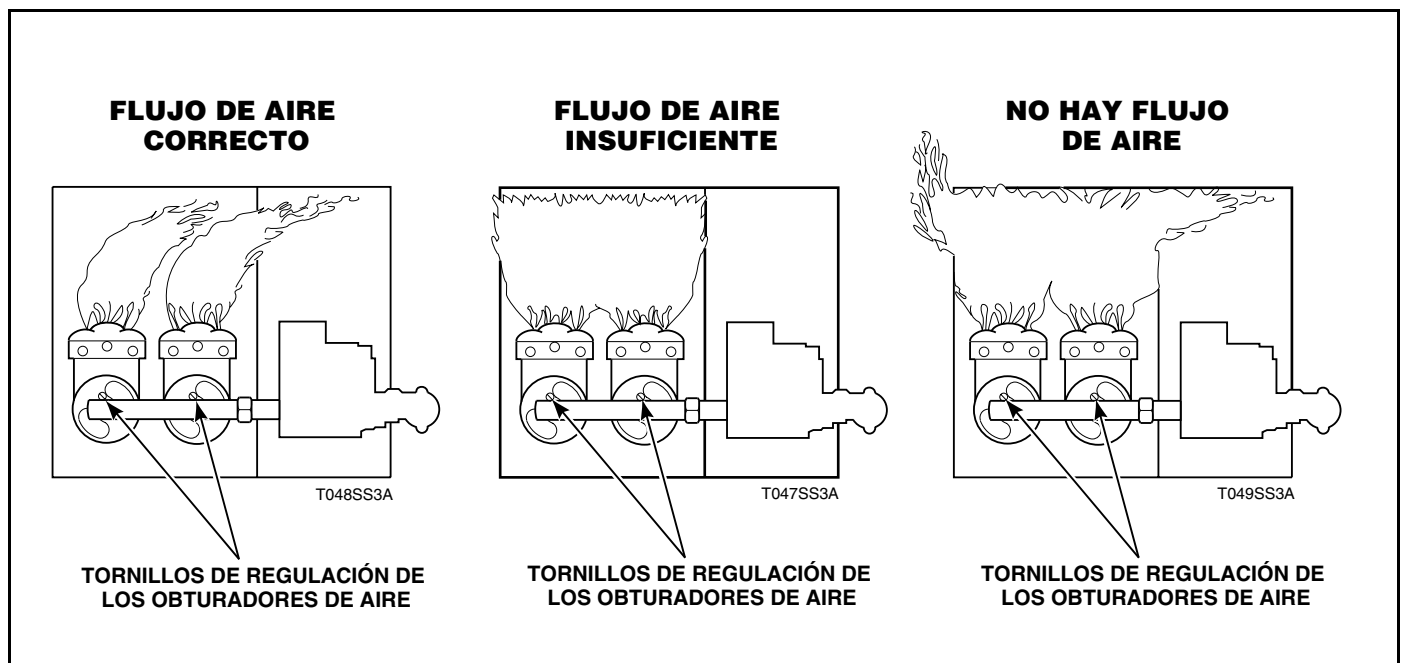

Figura 16
2. Ponga en marcha la secadora y compruebe la forma de la llama. Una mezcla de aire y gas correcta viene indicada si la llama es principalmente azul, con pequeñas puntas amarillas y curvaturas a la derecha de la sección del calentador. Una cantidad de aire insuficiente viene indicada si la llama es amarilla, lenta y humea. Consulte la *Figura 16*.
3. Para ajustar el obturador de aire, afloje el tornillo de ajuste del obturador de la entrada de aire. Consulte la *Figura 16*.
6. Si el obturador está correctamente ajustado, pero la llama tiene forma vertical, quiere decir que no circula una cantidad de aire principal suficiente por la secadora y el interruptor de flujo de aire no está bien ajustado. Las llamaradas hacia la derecha y hacia la izquierda indican que no pasa aire por la secadora. Consulte la *Figura 16*.